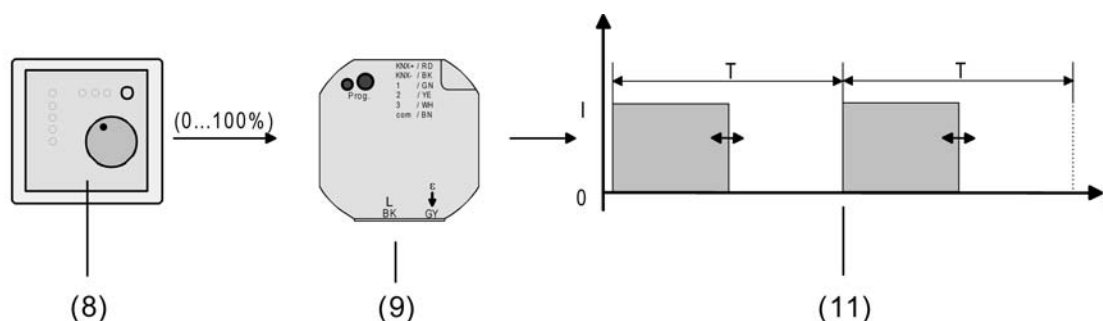

Bild 15: Stellgrößenprinzip bei stetiger Stellgröße
- (8) Raumtemperurregler (RTR) (Stellgröße "1 Bit")
- (9) Heizungsaktor
- (10) Schaltendes Ausgangssignal für Ventilantriebe
Das über das 1 Byte Objekt "Stellgröße" empfangene Werttelegramm wird im Normalbetrieb durch das Gerät in ein äquivalentes pulswidenmoduliertes Schaltsignal an den Ventilausgängen umgesetzt (Bild 15). Der aus dieser Modulation resultierende Mittelwert des Ausgangssignals ist unter Berücksichtigung der im Gerät einstellbaren Zykluszeit (T) ein Maß für die gemittelte Ventilstellung des Stellventils und somit eine Referenz für die eingestellte Raumtemperatur (siehe "Pulsweitenmodulation bei stetigen Stellgrößen und stetigen Soll-Ventilpositionen").